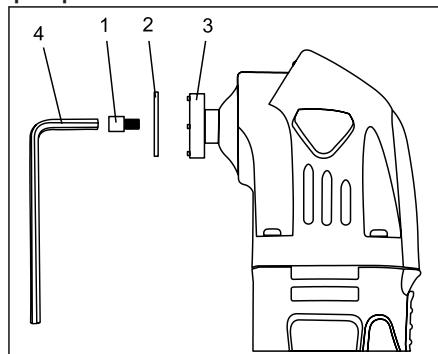

Fig. 1
1 . Отвинтите винты ( 1 ) и шайбу ( 2 ) из держателя аксессуары ( 3 ), повернув винт против часовой стрелки . Используйте шестигранный ключ 5 мм ( Allen ) (4) , если винт слишком туго , чтобы быть удалены вручную (рис. 1) .
а) Для аксессуаров “ открытой спиной ” ( рис. 1а ) , винтовые лопасти не должны быть удалены. Достаточно слегка ослабьте лезвие , чтобы позволить аксессуар , чтобы проскакивать между аксессуаров шкивов и держателя .
б) Для аксессуаров “ закрытый конец ” (рис. 1б) , винт должен быть полностью удален из документа.